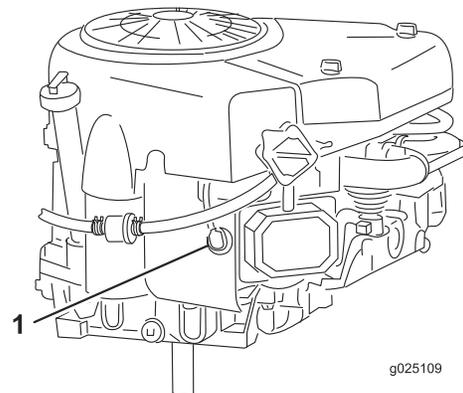

Bild 28
- Klemmen Sie das Zündkabel von der Zündkerze ab (Bild 28).
- Entfernen Sie die Zündkerze und die Metallscheibe (Bild 28).
3. Schließen Sie den Zündkerzenstecker an die Zündkerze an (Bild 28).